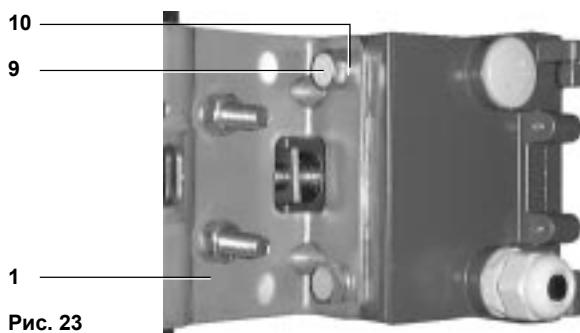

Рис. 23
5.1.10 Установите позиционер на пластину (1), введя штифт (6) в верхнюю часть разреза рычага (3) так, чтобы пружина рачага (4) постоянно прижимала штифт (6). Прикрутите позиционер к пластине (1) с помощью двух болтов M8 (9) и пружинных шайб (10) и затяните усилием 18 - 20 Нм (Рис. 23). Не затягивайте болты слишком сильно.